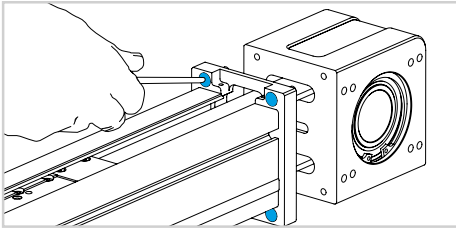

Fig. 14
- 14) Separare la testata motrice dal profilo svitando le 4 viti (Fig. 14)